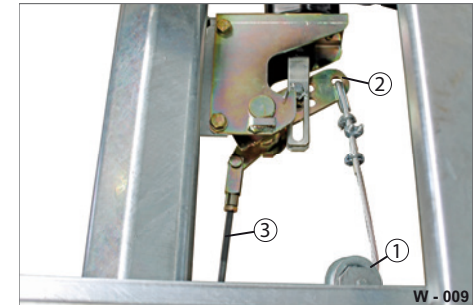

Abb. 12 Übertragungs-Mechanik
- ▶ Schmieren Sie die Umlenkrolle (Abb. 12/1) sowie Reib- und Lagerstellen mit Fett ein.